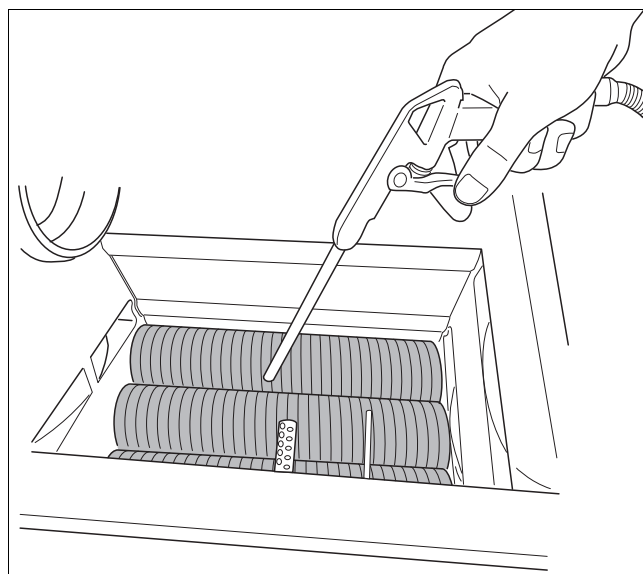

Fig. 113 Rengøring af varmeveksler
- Rengør varmeveksleren med trykluft eller en blød børste (fig. 113).